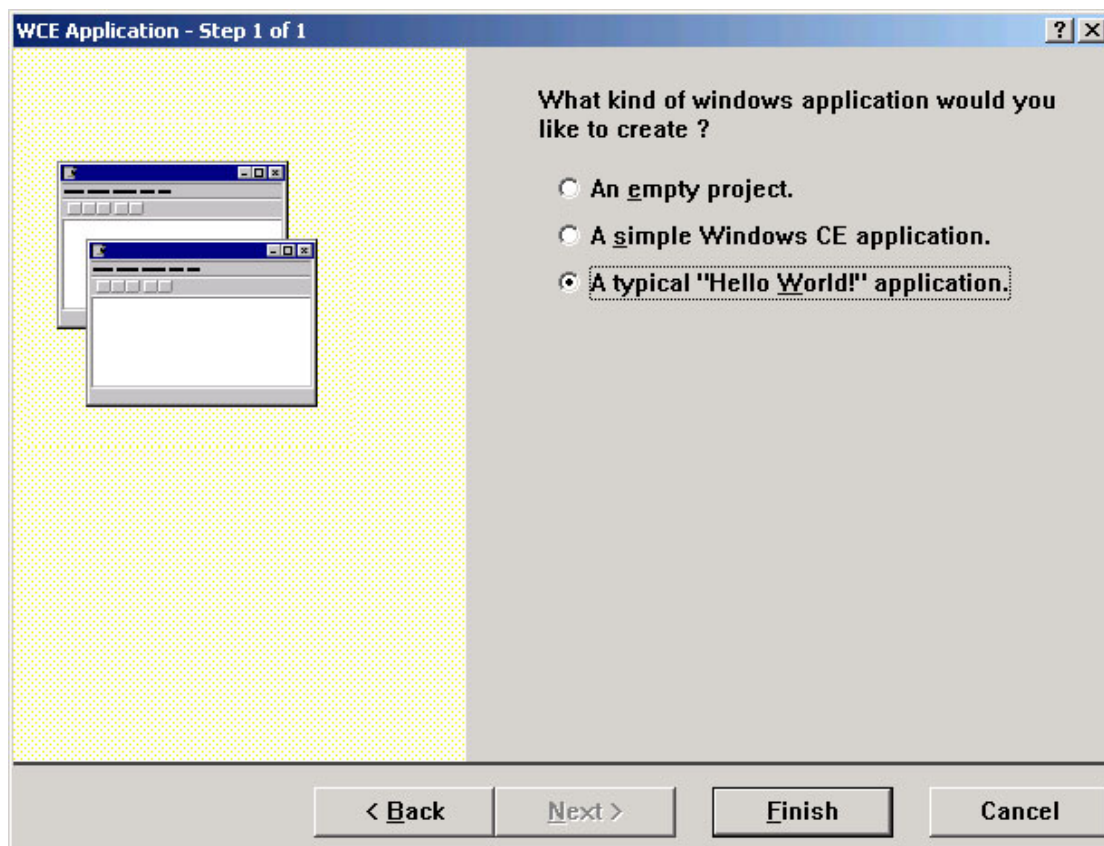

图 4-4 选择工程类型
4、接下来的对话框中选择 **A typical “Hello World!” application.**，如图 4-4 所示。然后选择 **Finish**，并选择 **OK** 确认弹出的工程信息对话框，工程 hello 即建立完毕。